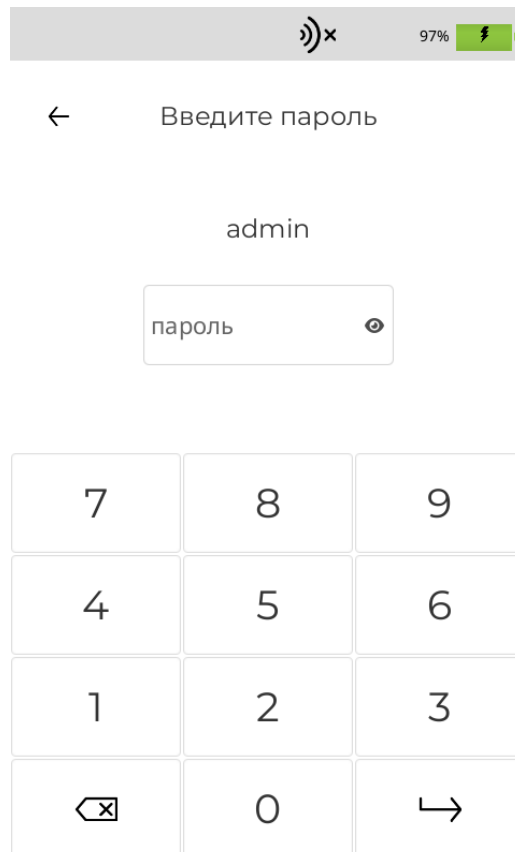

Рисунок 17 – Виртуальная цифровая клавиатура для ввода пароля при входе в систему Анализатора
7. После выбора пользователя на дисплее отображается виртуальная цифровая клавиатура, служащая для ввода пароля при входе в систему Анализатора (рисунок 17). Пользователем вводится 4-х значный код-пароль, а затем клавиша